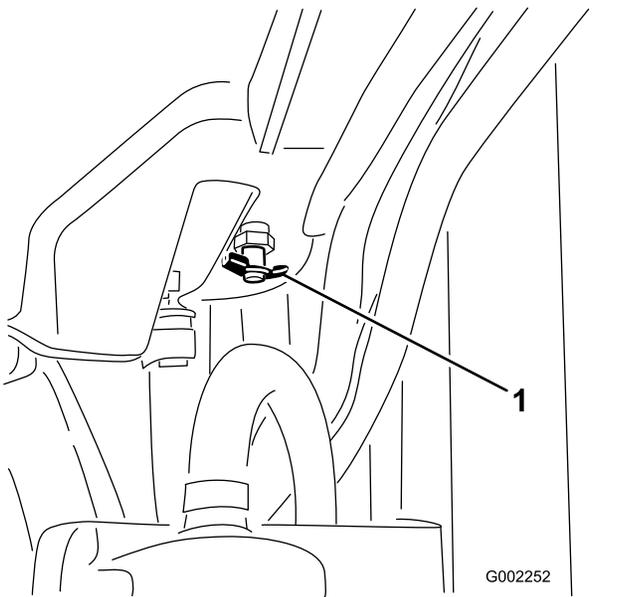

图86
4. 打开排放阀，将冷却液排到盘中（图86）。
6. 拆下散热器盖（图86）。
10. 冷却液变热之后，把冷却液液位添加至盖子的密封面处，盖紧盖子（图86）。
11. 打开膨胀水箱盖，向水箱添加冷却液至“冷”位置（图86）。